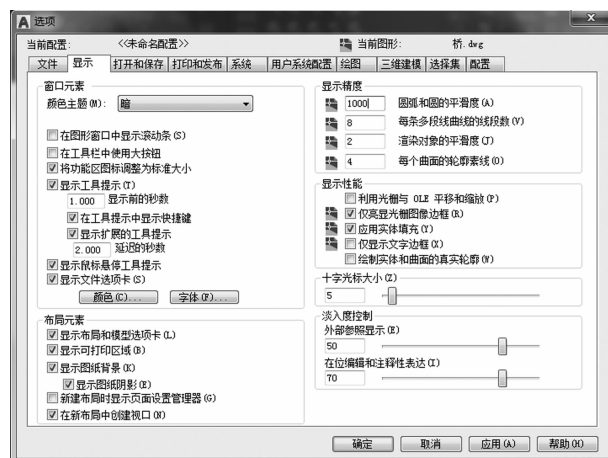

图 1-22 “选项”对话框
(1)执行“工具”→“选项”命令,打开“选项”对话框,切换到“显示”选项卡,如图 1-22 所示。